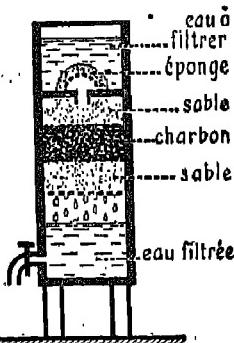

Fig. 11. — Modèle d'un filtre de campagne, facile à réaliser.
2. Un filtre de campagne. — C'est celui qu'on pourra réaliser quand, faute de tout moyen d'eau courante, on ne peut se servir que d'eau : l'eau d'une bougie de porcelaine. La fig. 11 représente un modèle qu'on peut réaliser à peu de frais (Hauteur totale : 1 mètre environ).